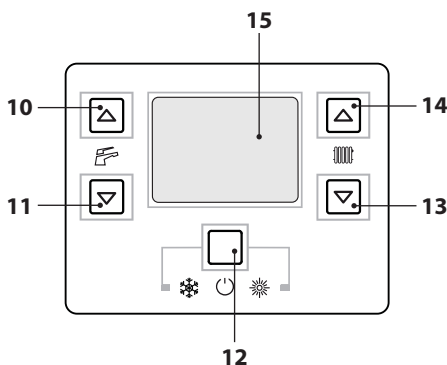

Рисунок 2.5
- Держать нажатой в течение 2 сек. кнопку 12, пока на дисплее не появится символ  (Рисунок 2.5).
Регулировать температуру воды для отопления можно посредством кнопок 13 (уменьшение) и 14 (увеличение), см. (Рисунок 2.5), начиная с минимум 38 °С и до максимум 85 °С. При нажатии одной из двух кнопок на дисплей выводится установленное значение, при повторном нажатии можно его изменять.
В любом случае, если комнатная температура слишком низкая или слишком высокая, можно увеличить или уменьшить температуру отопления на ± 15 °C при помощи кнопок 13 (уменьшение) и 14 (увеличение), см. (Рисунок 2.5).
Регулировать температуру воды в системе горячего водоснабжения можно при помощи кнопок 10 (увеличение) и 11 (уменьшение), см. (Рисунок 2.5), начиная с минимум 35 °C и до максимум 60 °C. При нажатии одной из двух кнопок на дисплей выводится установленное значение, при повторном нажатии